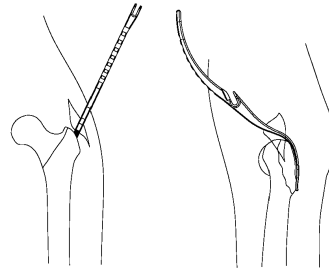

図 2
- 2) 大転子頂部の皮切より後方鉗子を挿入し，転子部後方骨片の整復を行います。（図 2）